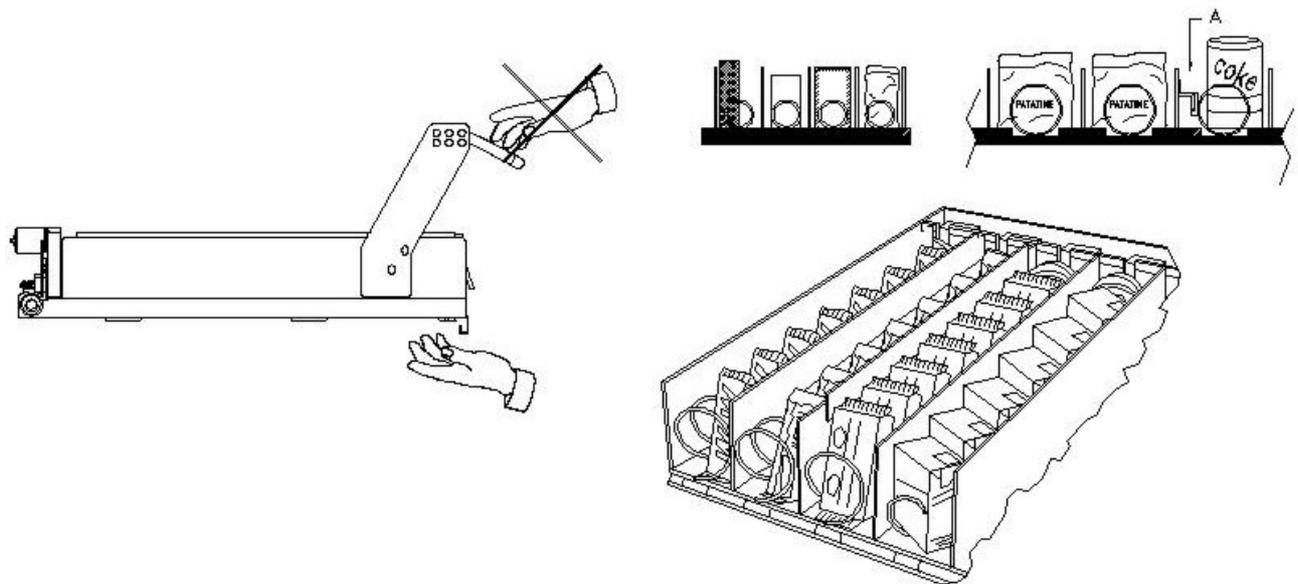

fig. 3
9.2 DISTANZIATORI PER PRODOTTI SUI CASSETTI (fig.3)